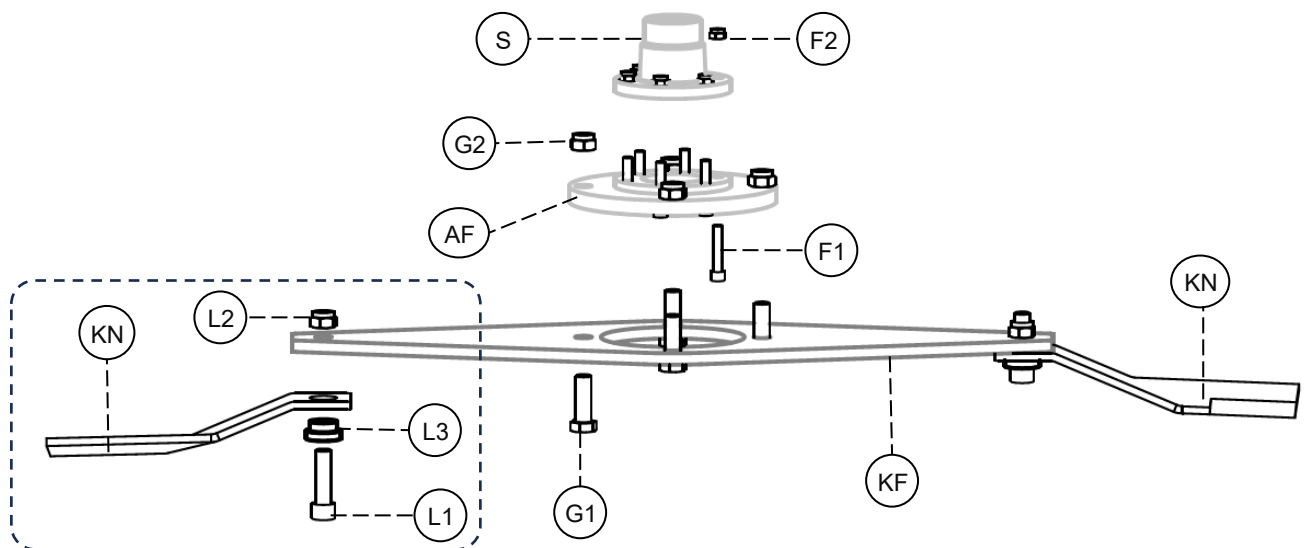

Abb. 19
- Montieren Sie zunächst den Adapterflansch (AF) am Nutflansch (S). Verwenden Sie dafür 6 MC6S12x60-Schrauben (F1) und M12-Nyloc-Muttern (F2) – siehe Abb. 19.
- Montieren Sie anschließend den Messerhalter (KF) am Adapterflansch (AF). Verwenden Sie dafür 4 M6S20x60-Schrauben (G1) und M20-Nyloc-Muttern (G2) – siehe Abb. 19.
Ziehen Sie alle Befestigungsschrauben M6S 20x70 (L1) und alle M20-Nyloc-Muttern (L2) an – siehe Abb. 19.